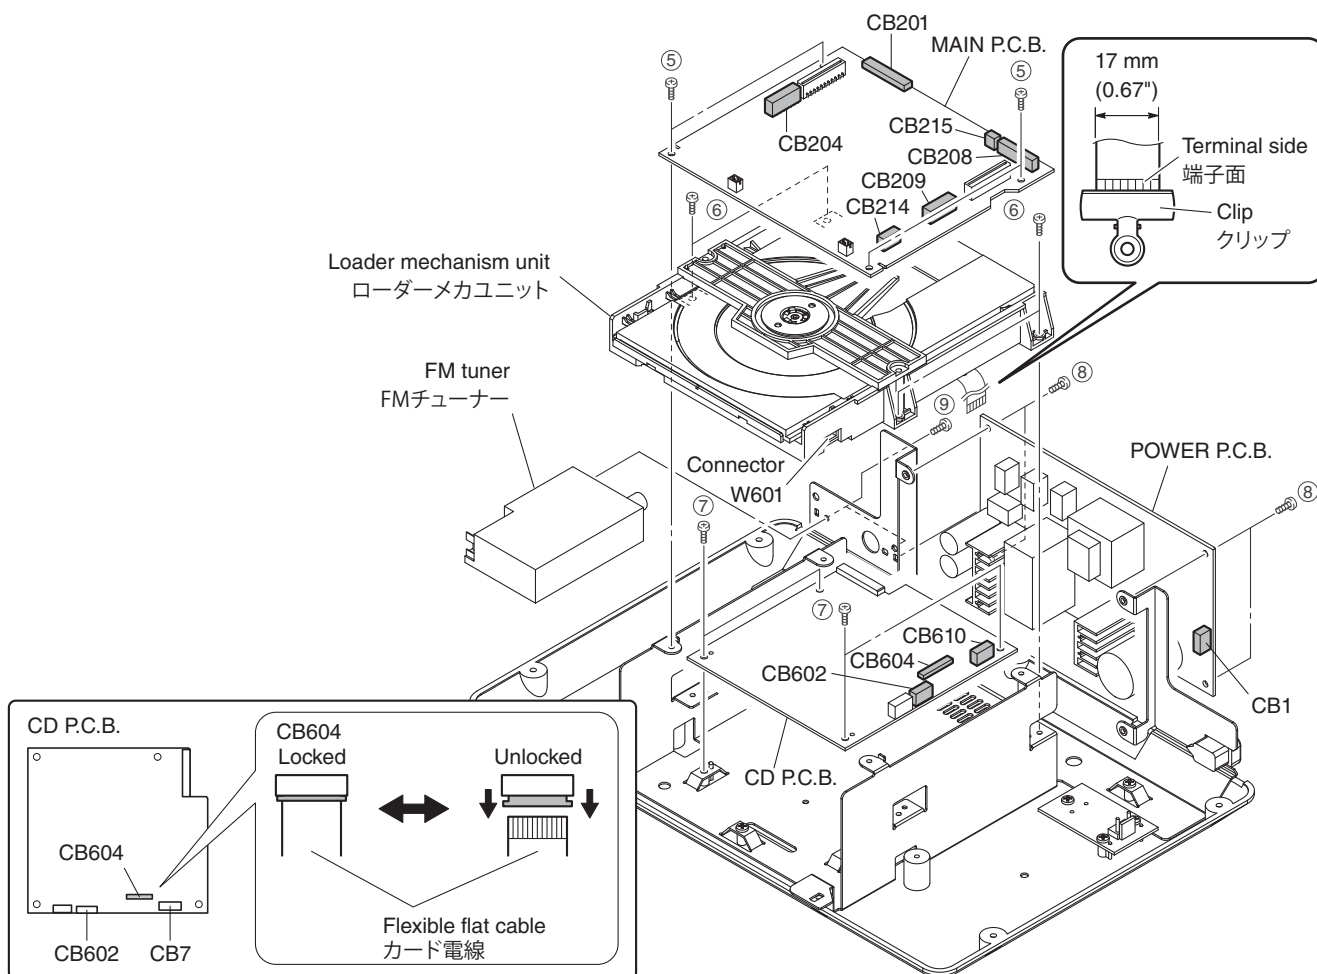

Fig. 3
- Remove 4 screws (⑤). (Fig. 3)
- Remove CB201, CB204, CB208, CB209, CB214 and CB215. (Fig. 3)
- Remove the MAIN P.C.B.. (Fig. 3)
- Remove 4 screws (⑥). (Fig. 3)
- Pull up the loader mechanism unit gradually. (Fig. 3)
- Remove CB602 and connector W601. (Fig. 3)
- Unlock and remove CB604, and ground the terminal side of the flexible flat cable with a clip or the like. (Fig. 3)
- Remove the loader mechanism unit. (Fig. 3)
- Remove 4 screws (⑦). (Fig. 3)
- Remove CB610. (Fig. 3)
- Remove the CD P.C.B.. (Fig. 3)
6. Removal of POWER (1) P.C.B.
- Remove 4 screws (⑧). (Fig. 3)
- Remove CB1. (Fig. 3)
- Remove the POWER (1) P.C.B.. (Fig. 3)
- Remove 2 screws (⑨). (Fig. 3)
- Remove the FM tuner. (Fig. 3)
- ⑤のネジ 4 本を外します。(Fig.3)
- CB201、CB204、CB208、CB209、CB214、CB215 を外します。(Fig. 3)
- MAIN P.C.B. を取り外します。(Fig. 3)
- ⑥のネジ 4 本を外します。(Fig.3)
- ローダーメカユニットをゆっくり持ち上げます。(Fig. 3)
- CB602、コネクタ W601 を外します。(Fig. 3)
- ロックを解除して CB604 を外し、カード電線の端子面をクリップ等でアースします。(Fig. 3)
- ローダーメカユニットを取り外します。(Fig. 3)
- ⑦のネジ 4 本を外します。(Fig. 3)
- CB610 を外します。(Fig. 3)
- CD P.C.B. を取り外します。(Fig. 3)
6. POWER (1) P.C.B. の外し方
- ⑧のネジ 4 本を外します。(Fig. 3)